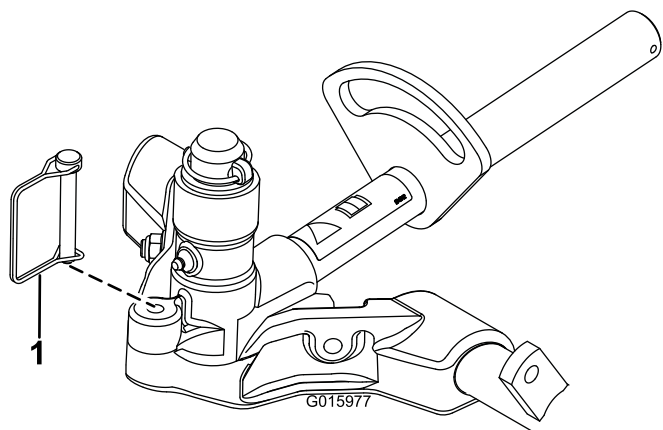

图 17
11. 要锁定固定滚刀组的转向用锁扣销(图 17)将轴轭固定到承载架上。